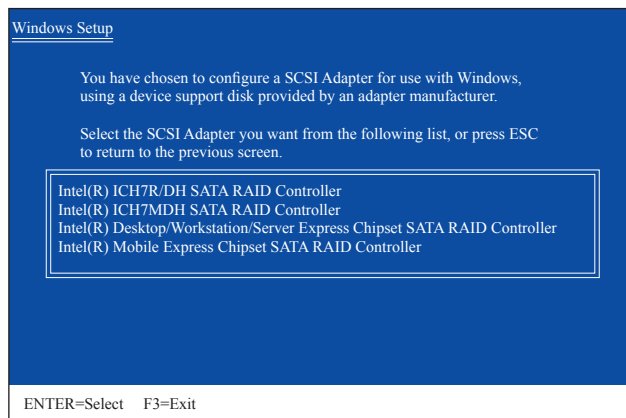
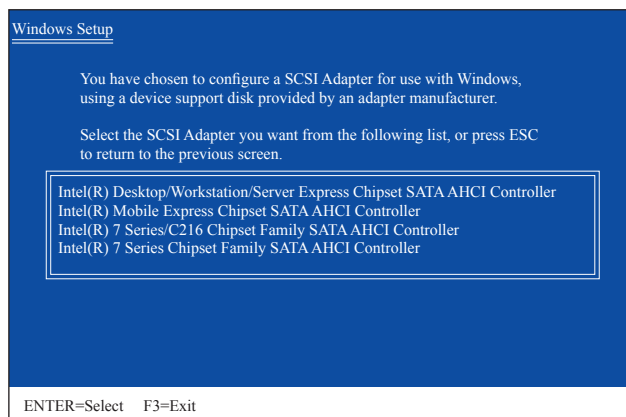

図 2
図 3
SATA RAID/AHCIドライバを含むフロッピーディスクを挿入し、<Enter>を押します。次に、以下の図 2 のようなコントローラメニューが表示されます。Intel(R) Desktop/Workstation/Server Express Chipset SATA RAID Controller を選択し、<Enter>を押します。AHCI モードの場合、キーボードの矢印キーを使用して Intel(R) 7 Series/C216 Chipset Family SATA AHCI Controller アイテムにスクロールし <Enter> を押します(図 3)。